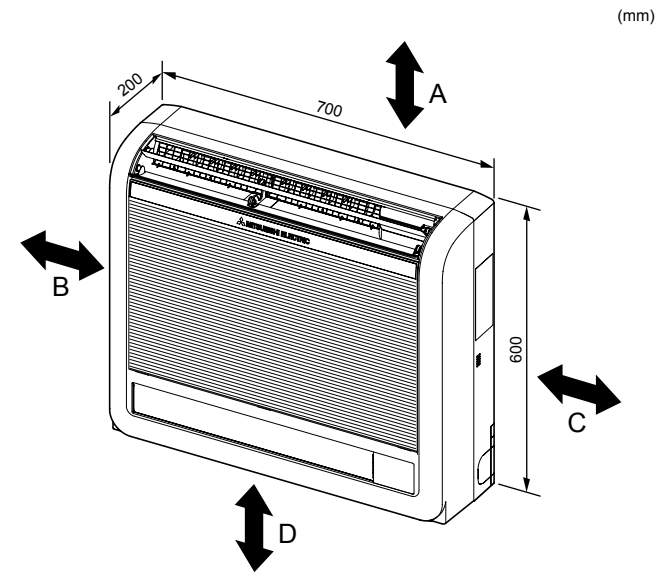

Fig. 2-1
①	Manguera de drenaje	1
②	Recubrimiento del tubo	1
③	Banda	2
④	Soporte de montaje de la unidad interior	1
⑤	Tornillo de fijación para ④ 4 × 25 mm	5
⑥	Tirafondo para la fijación de la unidad interior	4
⑦	Arandela para ⑥	4
⑧	Cinta de fieltro (para tuberías izquierda o posterior izquierda)	1
⑨	Cable del mando a distancia MA	1
2.1. Dimensiones exteriores (Unidad interior) (Fig. 2-1)